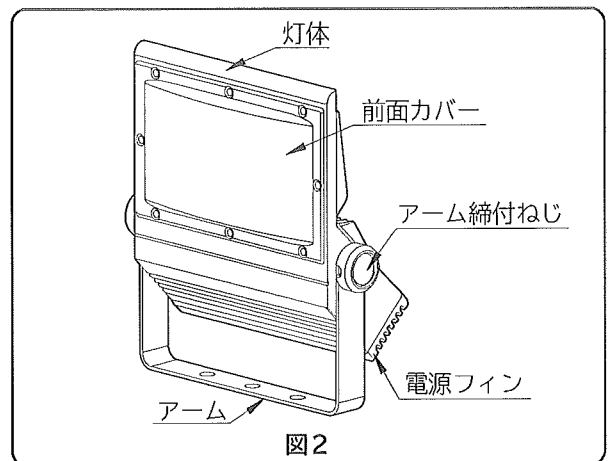
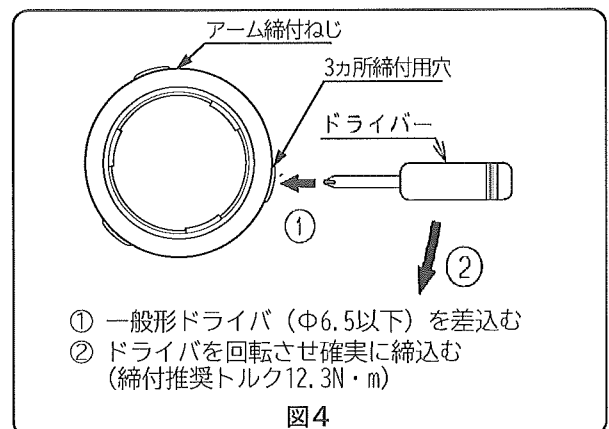

図2
図4
1. 図2のアーム締付ねじを緩めて照射角度に合わせてください。
2. 照射角度調整後、しっかりと締付け直してください。手での締付けが不十分な場合、図2の締付ねじに締付用の穴がありますので、図4のように一般形のドライバ(先端径φ6.5以下)で確実に締付けてください。